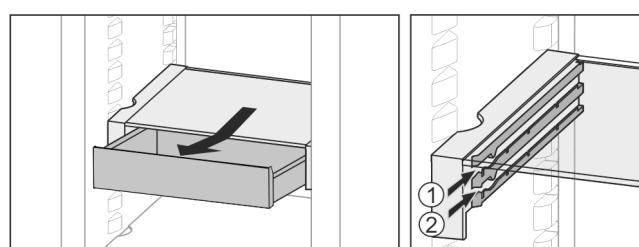

Fig. 32
- На любой высоте Fig. 32 (1) или Fig. 32 (2) вставить.